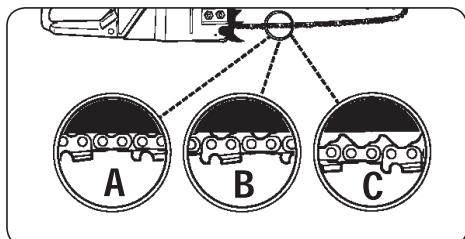

Рис. 4A
В случае, если цепь чрезмерно провисла или слишком сильно натянута, зубчатое колесо, шина, цепь и коленчатый вал изнашиваются намного быстрее. Рассмотрите (Рис. 4A), на котором показано правильное натяжение при холодной цепи (A), теплой цепи (B), а также цепи, натяжение которой необходимо отрегулировать (C).